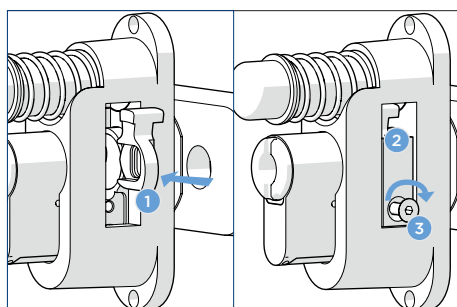

Bild 2: Schließbart aufschieben und Schließbarthalter festschrauben
- Schließbart (1) auf den Zylinder BS02/X3 aufschieben (siehe Bild 2, links)
- Schließbarthalter (2) mit Senkschraube (3) handfest am Zylinder fixieren (siehe Bild 2, rechts)